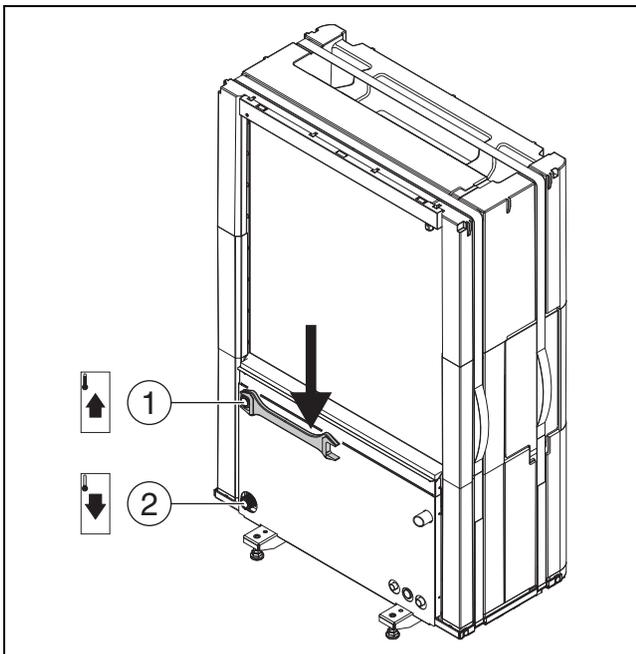

Bild 15 Anschlüsse der Wärmeträgerrohre, gültig für alle Größen
- ▶ Vorlauf zur Inneneinheit am Wärmeträgerausgang der Wärmepumpe anschließen (→ [1], Abb. 15).
- ▶ Rücklauf von der Inneneinheit am Wärmeträgereingang der Wärmepumpe anschließen (→ [2], Abb. 15).
- ▶ Anschlüsse der Wärmeträgerrohre mit einem Anzugsmoment von 120 Nm anziehen. Die Kraft nach unten richten (→ Abb. 15), um eine seitliche Belastung des Kondensators zu vermeiden.